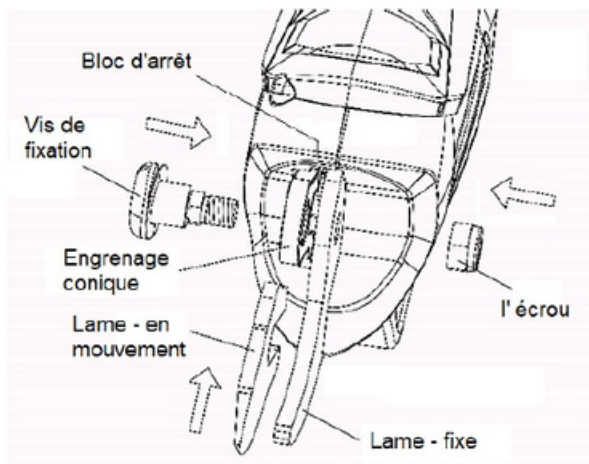

Fig. 4c
- Installez des lames neuves ou affûtées en position comme illustré. (Fig. 4c)